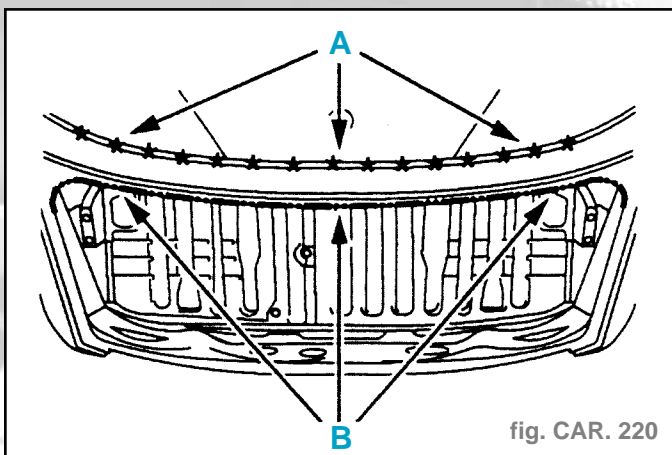

fig. CAR. 220
- Découper par fraisage des points (suivant A) (fig. CAR. 220).